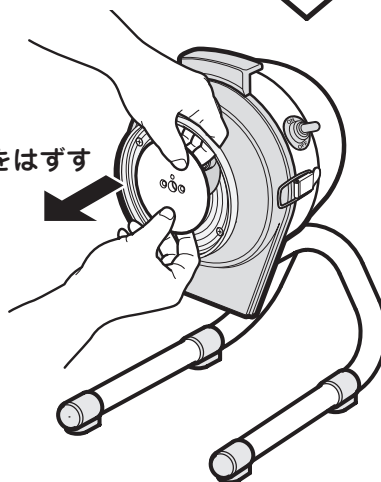

図3
- ⑤ 丸刃を手前にずらして回転盤との隙間を開けて、もう一方の手で丸刃を掴んで前方にはずしてください。(図3)